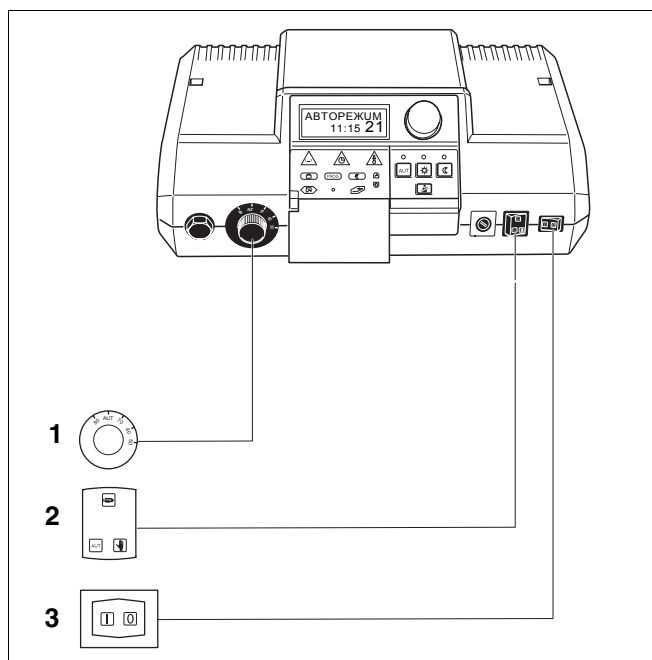

Рис. 17 Проверить настройки элементов управления
- Регулятор температуры котловой воды (рис. 17, поз. 1)
- Выключатель аварийного режима, отопления и горячего водоснабжения (рис. 17, поз. 2).
- Пусковой выключатель перевести в положение **I** (рис. 17, поз. 3).